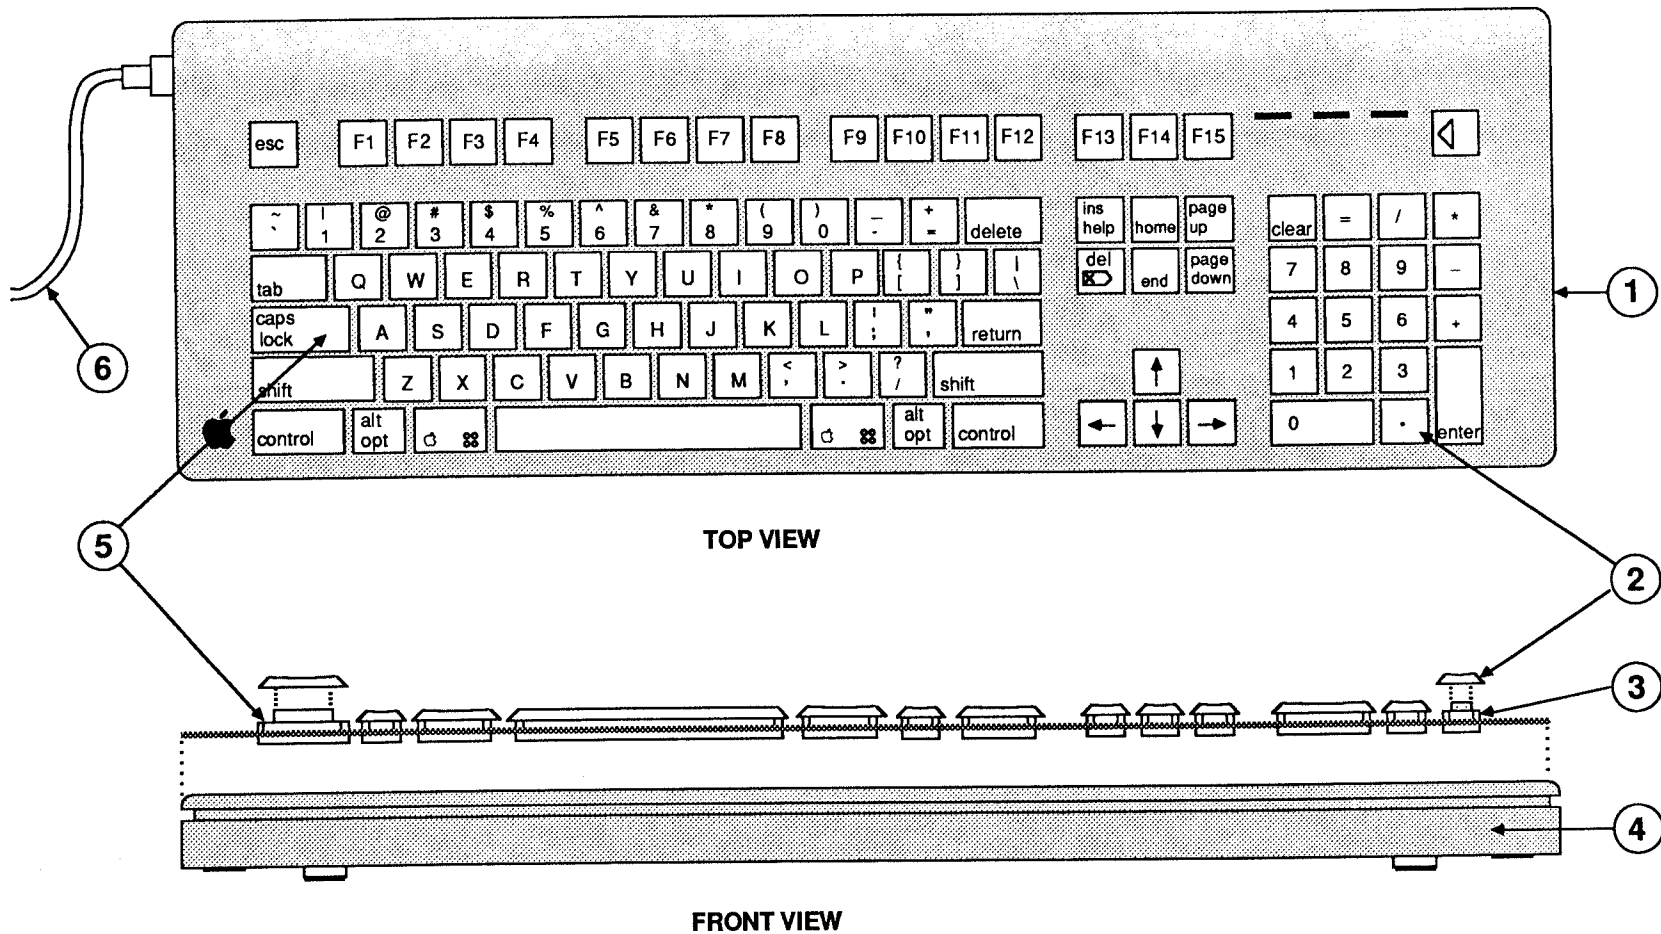

FIGURE 5
□ MACINTOSH II – EXTENDED KEYBOARD (Figure 5)